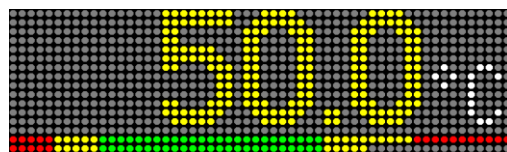

Рисунок 2.21 – Цвет графической шкалы, дублирующий цвет диапазонов
- дублирует цвет шкалы. То есть каждый отрезок линии будет отображаться тем же цветом, что и шкала (Рисунок 2.21);